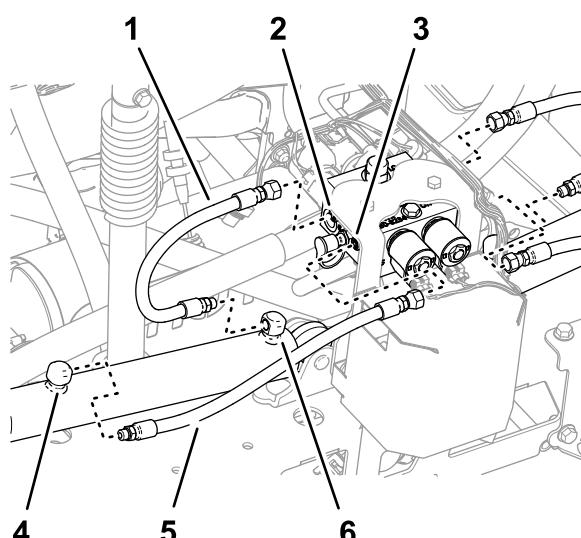

Bild 39
1. Entfernen Sie die Schläuche von den Ausfahranschlüssen des rechten und linken Hubzylinders (Bild 39).
2. Entfernen Sie die Schläuche von den Anschlüssen C2 und C4 des Hubzylinderverteilers (Bild 39).
3. Entfernen Sie die Schläuche von den Rückzuganschlüssen der linken und rechten Hubzylinder (Bild 39).
4. Entfernen Sie die Schläuche von den Anschlüssen C1 und C3 des Hubzylinderverteilers (Bild 39).